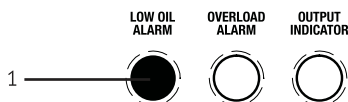

Рис. 3
Если в процессе эксплуатации уровень масла в картере станет критическим, включится сигнальная лампа (1) (рис. 3) низкого уровня масла, после чего двигатель автоматически останавливается. Он не запустится, пока уровень масла остается критическим.